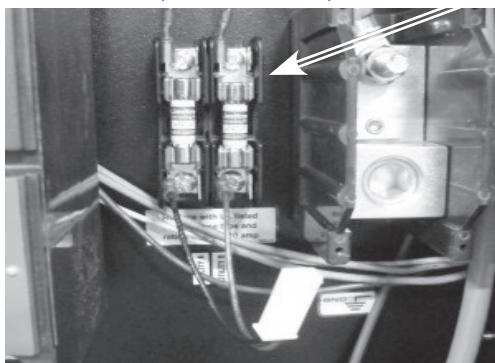

Figura 7
- En el bloque de fusibles dentro del generador, conecte cada cable del adaptador en los terminales espada debajo de cada fusible (flecha, Figura 7).